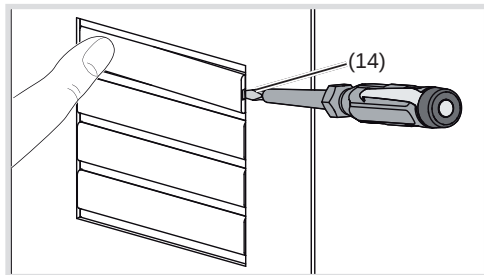

Figura 4: svitamento della copertura targhetta nome
- Tenere premuti i tasti di chiamata su un lato. Sul lato di fronte, l'apertura a leva (14) diventa accessibile per un cacciavite.
- Inserire il cacciavite nell'apertura a leva (14) e svitare l'arresto (figura 4).